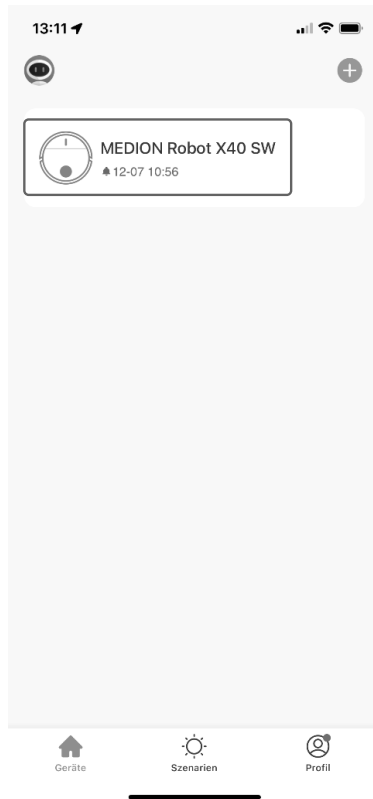

Abb. 13
- ▶ Sie haben nun noch die Option, Ihren Saugroboter umzubenennen. Danach können Sie das Gerät in der Geräteliste auswählen (s. **Abb. 13**).